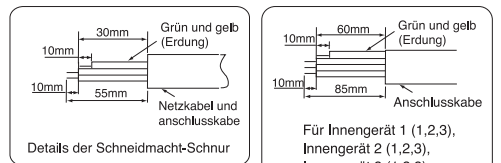

Abb. 3-2
- (1) Schneiden Sie das Verbindungskabel und das Netzkabel ab und entfernen Sie die Isolierung von den Drähten, wie es in Abb. 3-2 dargestellt ist.